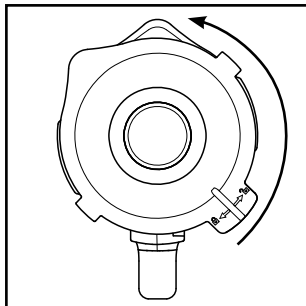

Fig. 1
- 2) Rimuovere il coperchio **2**, ruotandolo in senso antiorario in direzione della posizione  (vedere Fig. 1), fino a poterlo estrarre verso l'alto.